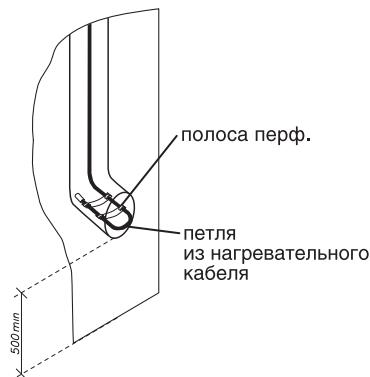

Рисунок 6.
- Внизу водосточной трубы, на выпускке, организовать усиленный обогрев, сформировав петлю из нагревательной секции. Для этого необходимо замерить длину кабеля, снять нижний патрубок водосточной трубы, сформировать петлю, скрепить её полосой перфорированной, как показано на рис. 6. Далее установить нижний патрубок на место. Край петли закрепить на конце патрубка.
м рекомендации по монтажу приведены ниже (см. п. 1.4 настоящей инструкции). Для удобства последующего удаления образовавшейся наледи рекомендуется нижний патрубок водосточной трубы устанавливать не ниже 500 мм от земли (Рис. 6).